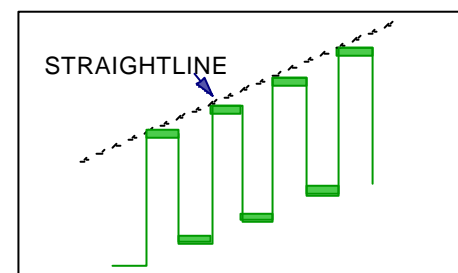

Fig.2-3
3. 波形の先端部分が一直線に並ぶ様にリモコンの「音量 + . -」キーにて調整する。(Fig.2-3)